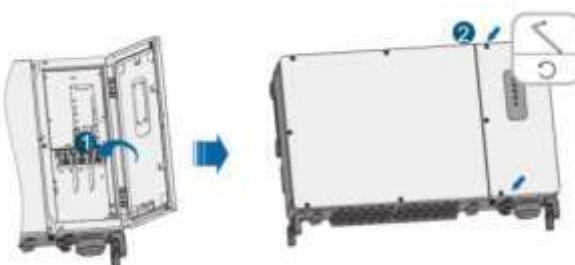

Fig. 4-52 Limit lever
7. Suelte la palanca límite (Fig. 4-52).